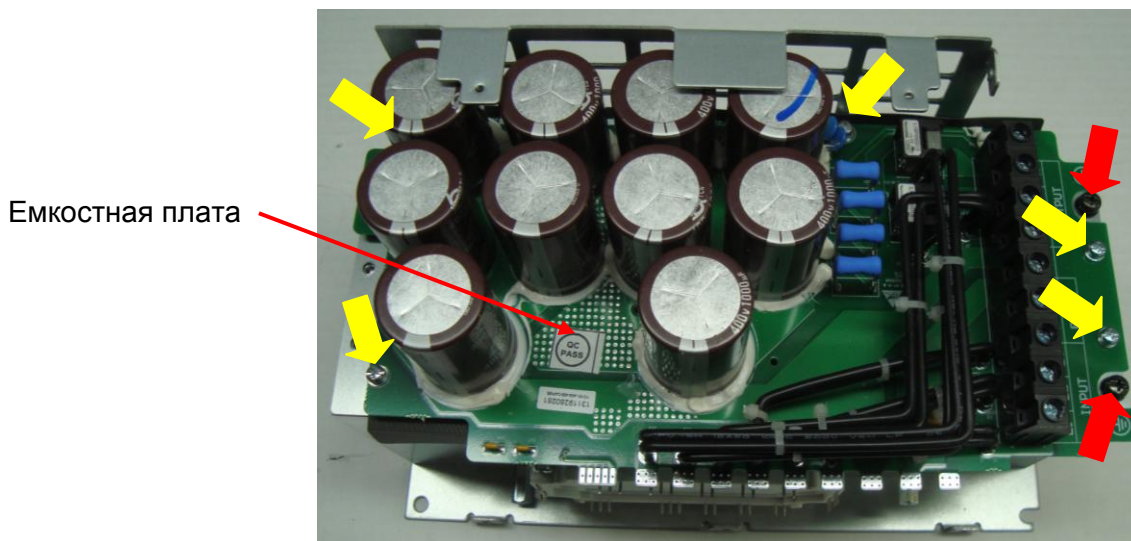

Рис. 7.3
7.2.1. Установить емкостную плату на радиатор (убедиться в наличии между ними изоляционной прокладки) и зафиксировать ее пятью винтами (желтые стрелки, рис. 7.3).
7.2.2. Вкрутить два винта заземления (красные стрелки, рис. 7.3).